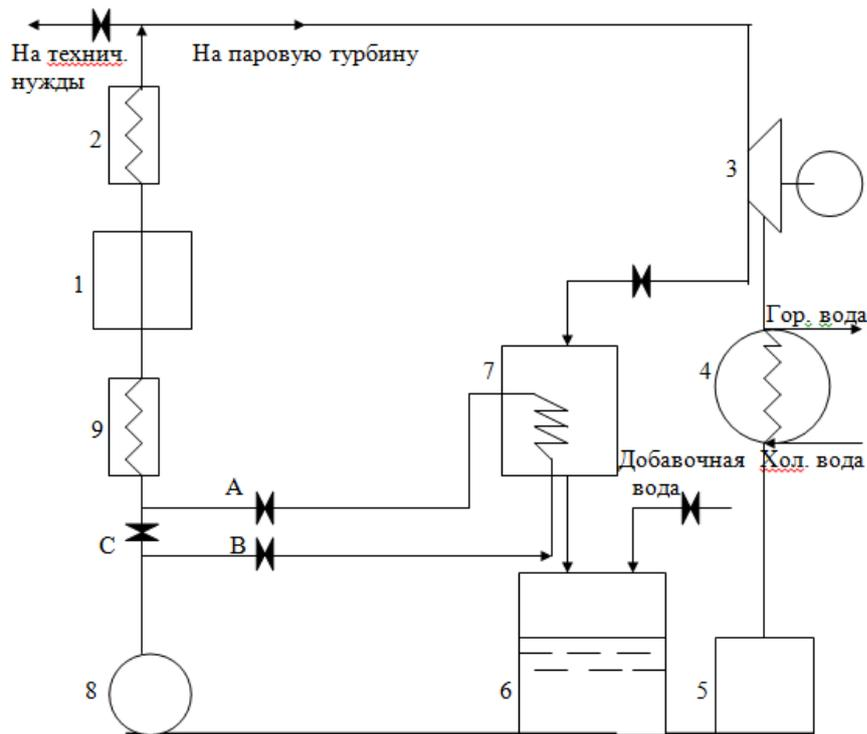

Рис. 1. Схема паросиловой установки:
2.1. Изучить принципиальную схему паросиловой установки (ПСУ), представленной на рис. 1. Ознакомиться с процессом производства пара с помощью данной ПСУ, уяснить функциональное назначение входящих в эту схему элементов. Затем приступить к следующим этапам.
2.2.3. Определение температуры конденсата  $t_k = f(p_k)$  в конденсаторе 4 (рис. 1) по таблице 3. При этом давление насыщенных паров в конденсаторе вычисляется по формуле
2.2.4. Определить температуру смеси конденсата и добавочной воды в питательном баке 6 (рис.1).
Абсолютное давление смеси газов в экономайзере 9 (рис.1) найдется из выражения
Если при этих вычислениях будет иметь место неравенство  $t_{\text{ПИТ.В.}} > t_{\text{СМ}}$ , то вода перед подачей на экономайзер подвергается паровому подогреву. Для этого надо открыть вентили А, В и закрыть вентиль С (рис.1).